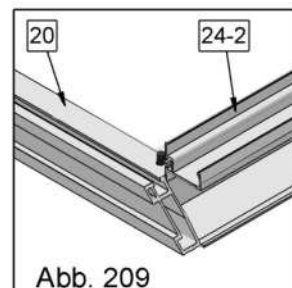

Abb. 209
1. Montieren Sie die beiden Eckpfosten Nr. 24 an den äußeren Enden der Grundschiene Nr. 20, wie in Abbildung 206 gezeigt. Die Abbildung 209 zeigt die Ausführung der Version mit Basisrahmen.